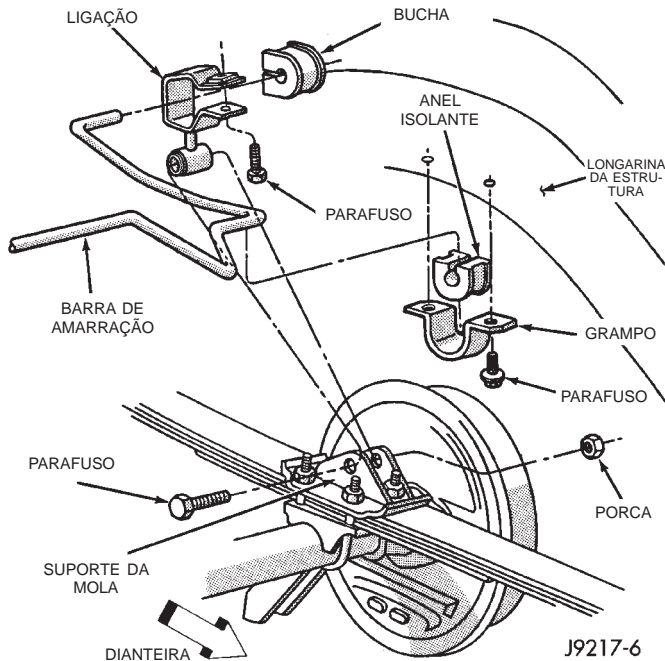

Fig. 2 Barra Estabilizadora
- (1) Levante e suporte o veículo.
- (2) Desconecte as ligações da barra estabilizadora dos suportes das molas (Fig. 2).
- (3) Desconecte os suportes da barra estabilizadora da longarina da carroceria. Remova a barra e as ligações.